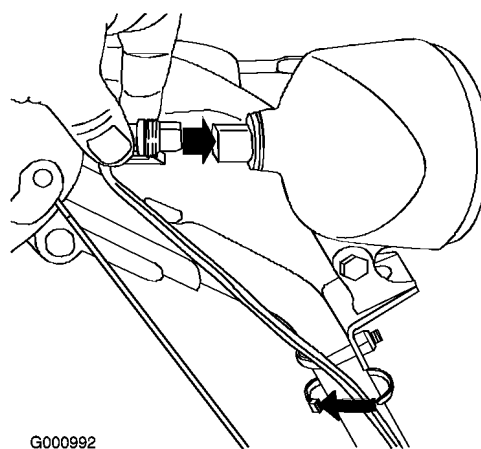

Figure 62
6. Branchez le connecteur du fil directement à l'arrière du phare en l'enfonçant bien en place (Figure 62).